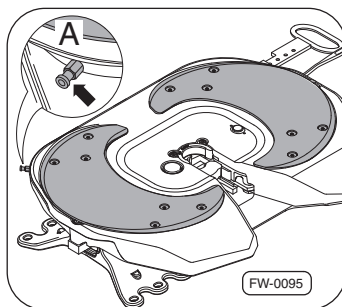

Рис. 21 · Место смазки на запоре SK-S 36.20 W/SK-S 36.20 DW
- Необходимо тщательно смазывать запор через смазочный ниппель ⇒ рис. 21, –стрелка А– на краю пластины и затем регулярно через **каждые 10 000 км.**
- 1 Необходимо тщательно смазывать запор через смазочный ниппель ⇒рис. 21, –стрелка А– на краю пластины и затем регулярно через **каждые 10 000 км.**